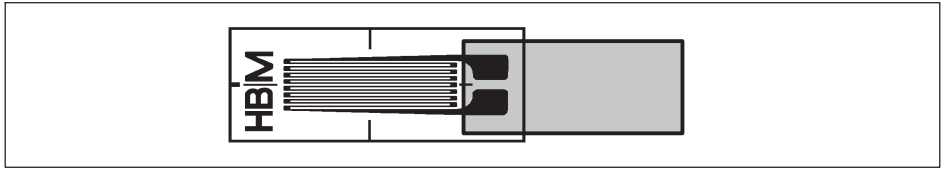

Abb. 5.3 Scharnierartige Verbindung bei DMS ohne Anschlussbändchen
- ▶ Stellen Sie bei DMS ohne Anschlussbändchen die scharnierartige Verbindung nach Abb. 5.3 her (ohne zusätzliche Lötstützpunkte).